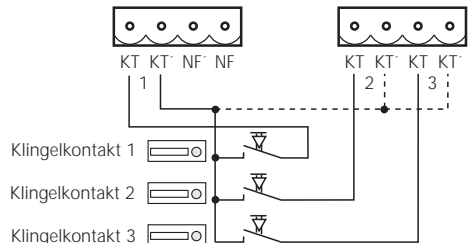

Abb. 4: Klingelkontaktanschluß
- Anschluß von drei potentialfreien Klingeltaster an die Kontakte KT und KT' (siehe Abb. 4)